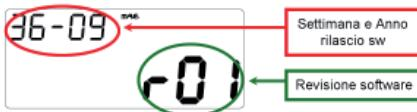
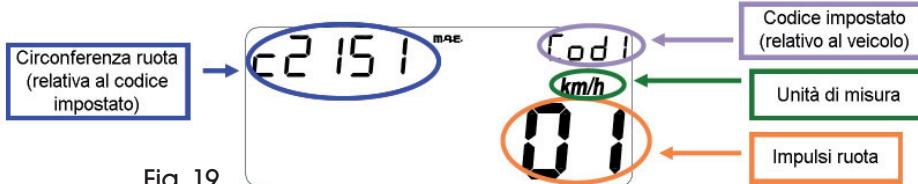

Fig. 17
Fig. 19
- I^ª página (cada vez que se conecta con la batería del vehículo): Versión y fecha de lanzamiento del software (durante aprox. 3 segundos) (fig. 17).
- III^ª página (sólo en cada encendido del instrumental): Visualización de los parámetros programados (fig. 19).
- I^ª page (à chaque branchement avec la batterie du véhicule): Version et date de délivrance du logiciel (pendant environ 3 secondes) (fig. 17).
- III^ª page (à chaque allumage de l'instrument): Affichage des paramètres programmés (fig. 19).
- Visualización de las pantallas como se indica en las fig. 17 y fig. 19 durante aprox. 3 seg.
- Affichage des pages d'écran comme sur la fig. 17 et fig. 19 pendant environ 3 sec.